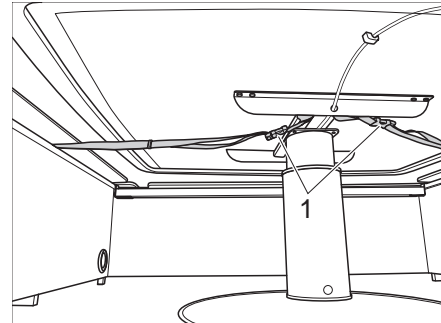

Bild 55 Hubtisch Sicherung mit Gurten
- ▷ Der Hubtisch ist nicht am Boden befestigt. Vor der Fahrt den Hubtisch bis zum unteren Anschlag absenken und mit den Gurten (Bild 55,1) unter den Sitzbänken befestigen.